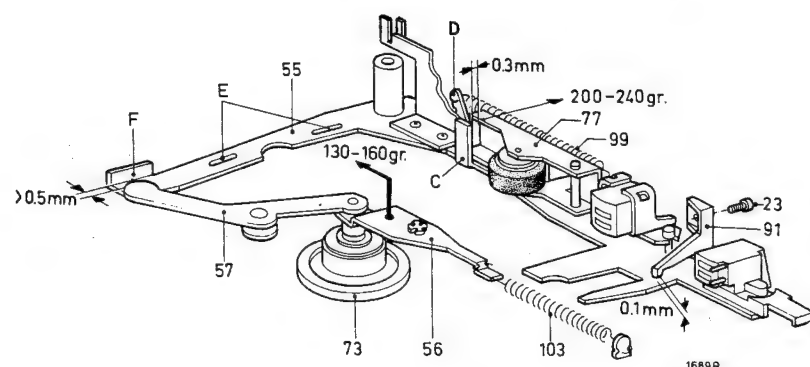

Fig. 16
5. Levier du galet-presseur 77 (voir fig. 16)